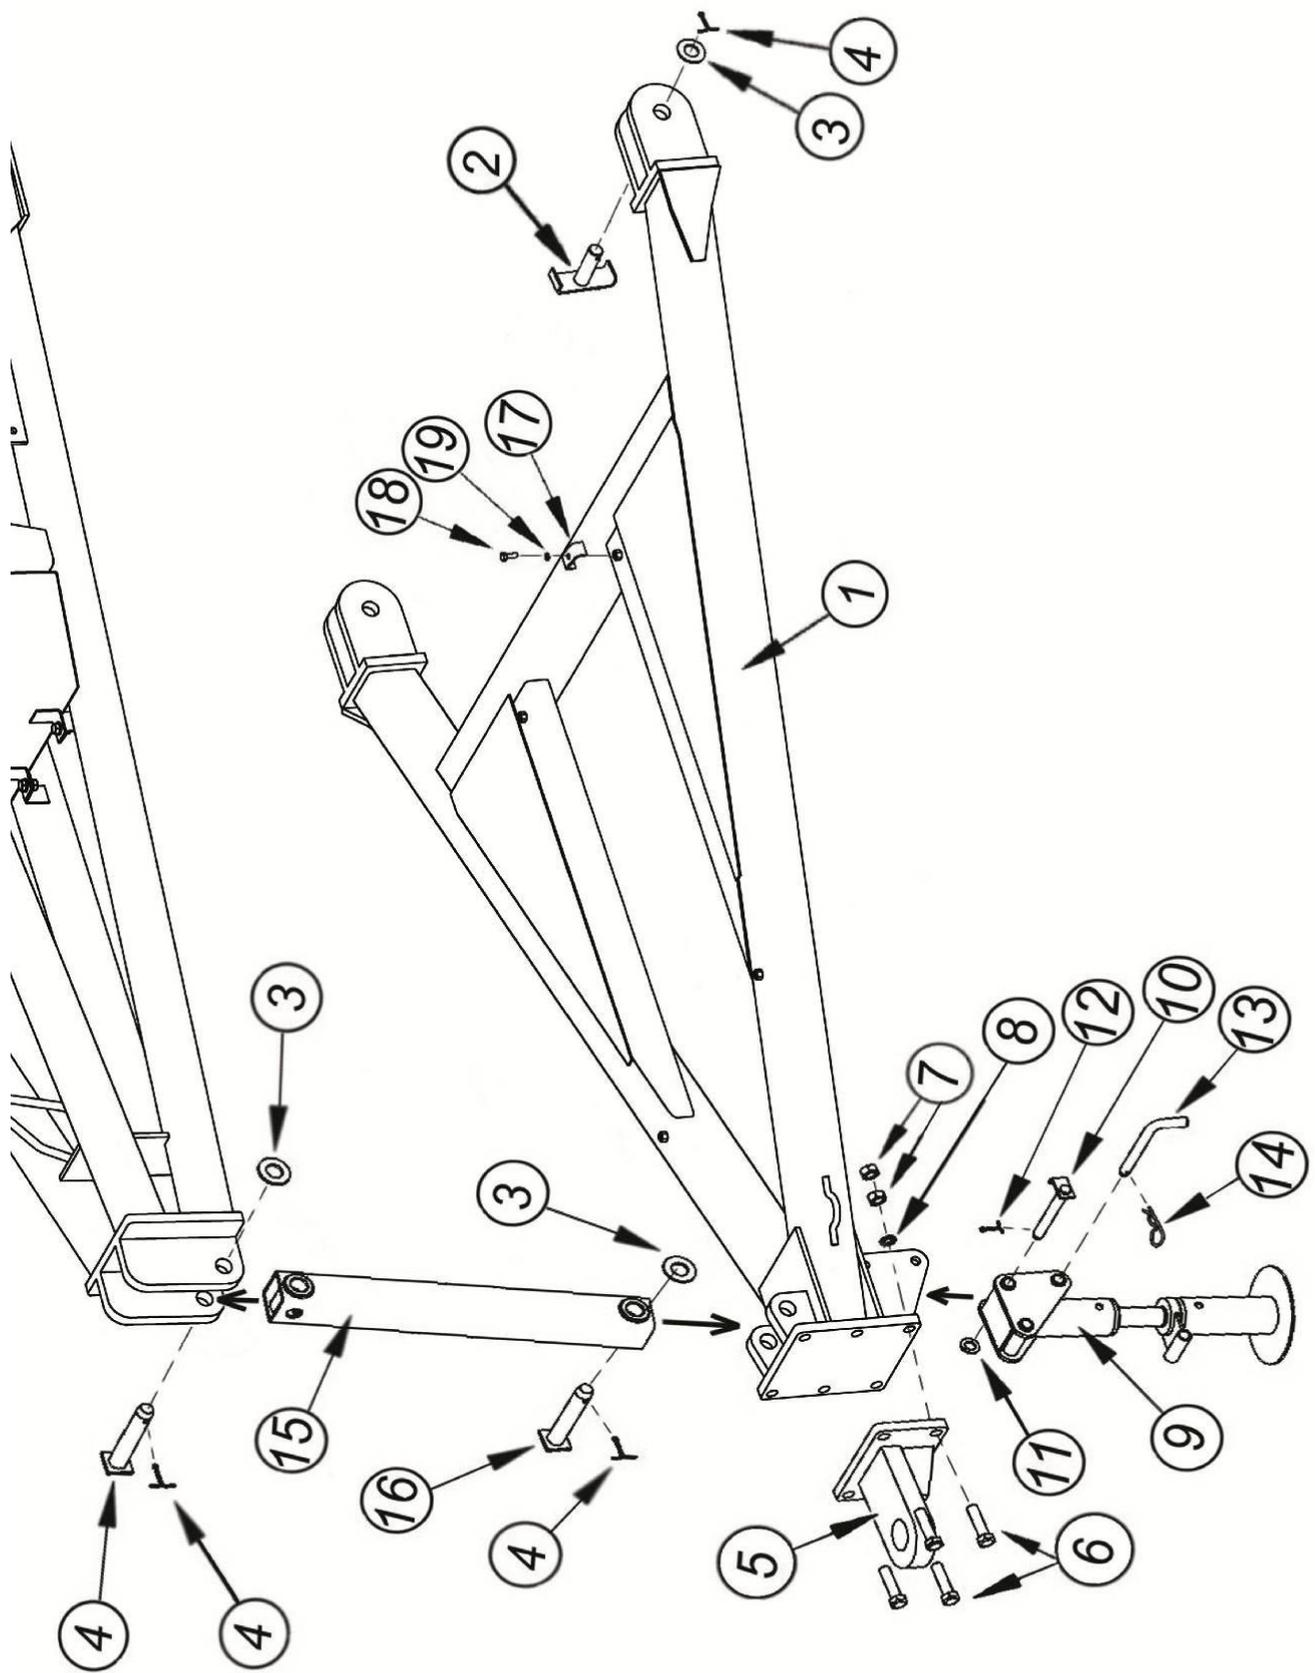

Рис. 7.1.2. Передняя сцепка
7.1.2. Передняя сцепка (рис. 7.1.2)